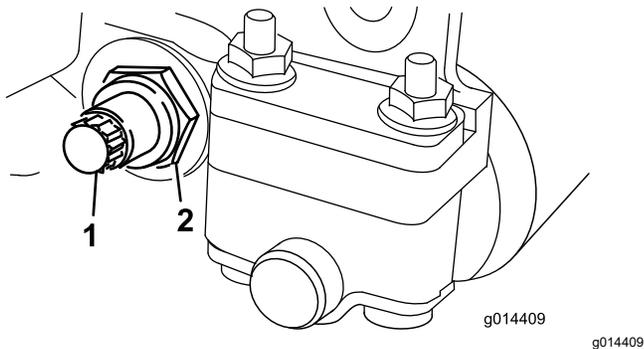

図 18
3. ベッドバーボルト 図 18を固定しているロックナット機体両側をゆるめる。
4. 各ベッドバーボルトを抜いてベッドバーを下に引き抜いてカッティングユニットから外す 図 18。